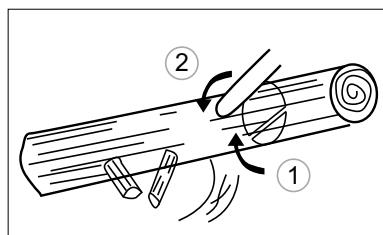

Fig. 21
2. Când bușteanul este poziționat pe suport cu o margine, debitați în sus 1/3 de jos pentru a evita despicarea. Apoi terminați debitarea de sus în jos pe aceiași linie, evitând blocarea (Fig. 21).